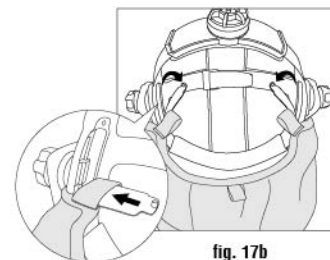

fig. 17b
Paso 2: Desabroche la hebilla del interior del arnés y deje que la cinta con el gancho pase por la hebilla (véase la fig. 17b).